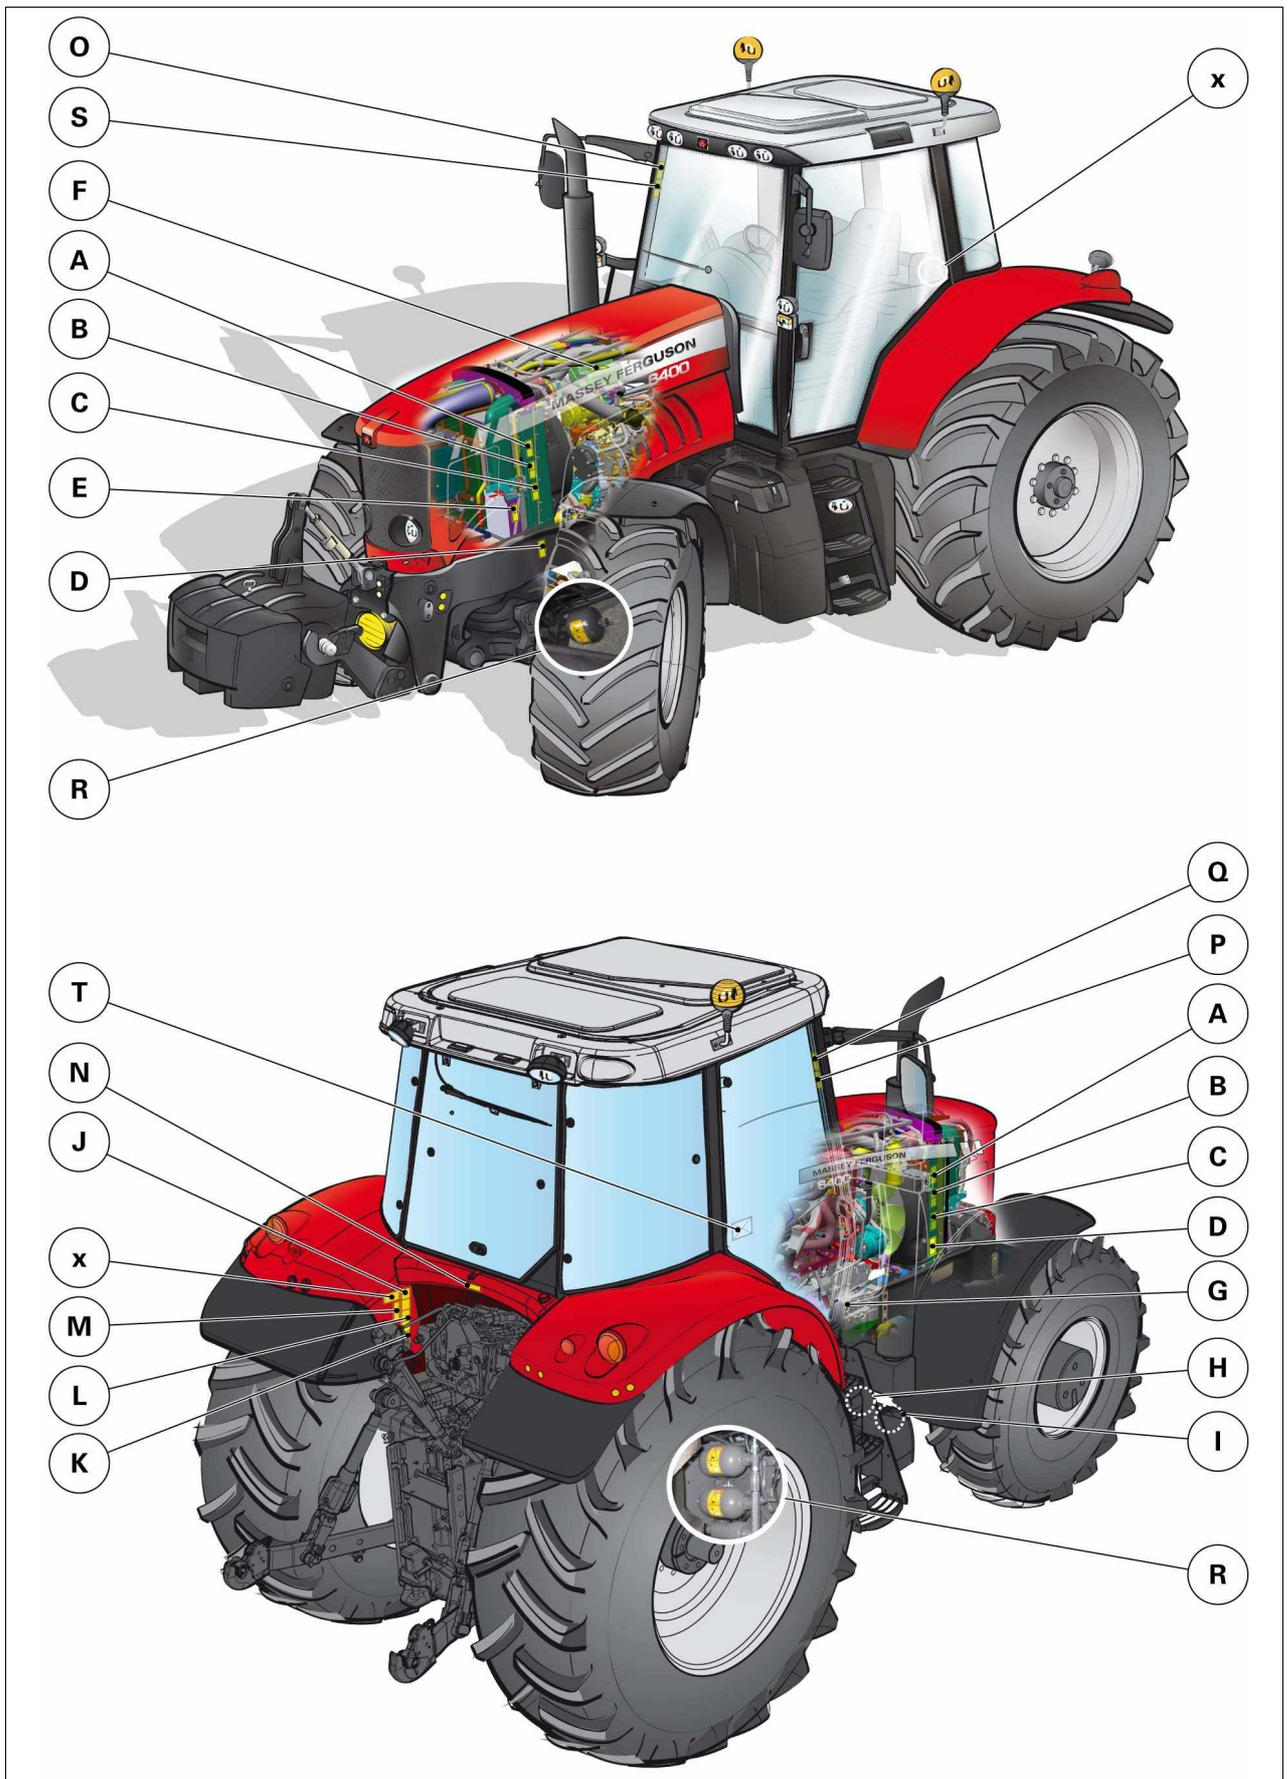

Fig. 1.
<ul style="list-style-type: none"> - 4296977M1 ((L) fig. 1). - PERICOLO: pericolo di rimanere impigliati – trasmissione della presa di forza. Tenersi a debita distanza dagli alberi di rotazione. Durante il funzionamento, mantenere in posizione tutte protezioni della trasmissione, del trattore e delle attrezzature.
<ul style="list-style-type: none"> - 4296952M1 ((D) fig. 1). - AVVERTENZA: pericolo in prossimità del punto di restringimento Tenersi a debita distanza dal sistema sospensione assale quando il motore è in funzione. Disinserire l'accensione e rimuovere la chiave prima di eseguire interventi sul trattore.
<ul style="list-style-type: none"> - 4296944M1 ((A) fig. 1). - AVVERTENZA: pericolo di rimanere impigliati nelle cinghie della trasmissione. Tenere lontane le mani da cinghie e parti rotanti mentre il motore è in funzione. Disinserire l'accensione e rimuovere la chiave prima di eseguire interventi sul trattore.
<ul style="list-style-type: none"> - 4296985M1 ((E) fig. 1). - AVVERTENZA: pericolo in prossimità del punto di restringimento dovuto alle parti in movimento Tenere lontane le mani dal sollevatore mentre si ruotano i refrigeratori
<ul style="list-style-type: none"> - 4296942M1 ((H) fig. 1). - AVVERTENZA: pericolo di scosse elettriche – rischio di lesioni personali o danni al componente. Scollegare il cavo negativo (massa) dalla batteria prima di rimuovere il coperchio dell'elettrovalvola del motorino di avviamento e prima di intervenire sull'impianto elettrico.
<ul style="list-style-type: none"> - 4296981M1 ((G) fig. 1). - PERICOLO: movimento incontrollato della macchina e ribaltamento. Avviare il motore una volta seduti sul sedile, con la presa di forza disattivata e la trasmissione in posizione di folle. NON cortocircuitare i morsetti del motorino di avviamento per avviare il motore.
<ul style="list-style-type: none"> - 4296975M1 ((K) fig. 1). - PERICOLO: pericolo di ribaltamento all'indietro con possibilità di lesioni personali gravi o mortali. Per la trazione utilizzare esclusivamente barre di traino omologate o barre di attacco inferiori dell'attacco a 3 punti in posizione orizzontale o più bassa. Trainare solamente mediante un'apposita barra omologata. Non tirare mai da sopra la mezzeria dell'assale posteriore. Pericolo di ribaltamento.
<ul style="list-style-type: none"> - 4296979M1 ((I) fig. 1). - PERICOLO: batteria al piombo o gas esplosivi o liquido corrosivo (acido solforico) Non avvicinarsi alle fiamme vive o alle scintille Proteggere gli occhi quando si interviene sulla o in prossimità della batteria. Per ulteriori informazioni, leggere le istruzioni sulla sicurezza e sul funzionamento nel Libretto d'uso.
<ul style="list-style-type: none"> - 4297924M1 ((S) fig. 1). - PERICOLO: pericolo di scosse elettriche Trattori con caricatore frontale: non avvicinarsi a linee elettriche quando il trattore è in moto.